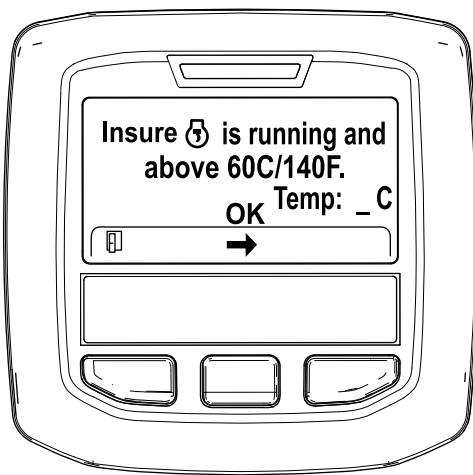

Figura 40
5. Se a temperatura do líquido de refrigeração for inferior a 60 °C, surge a mensagem "Insure  is running and above 60C/140F" (Confirme que está a trabalhar e acima de 60C/140F) (Figura 40).